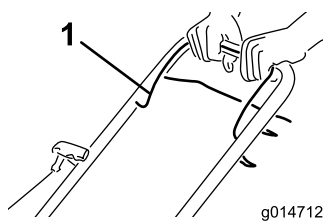

Figura 11
1. Sujete la barra de control de las cuchillas (Figura 11) contra el manillar.